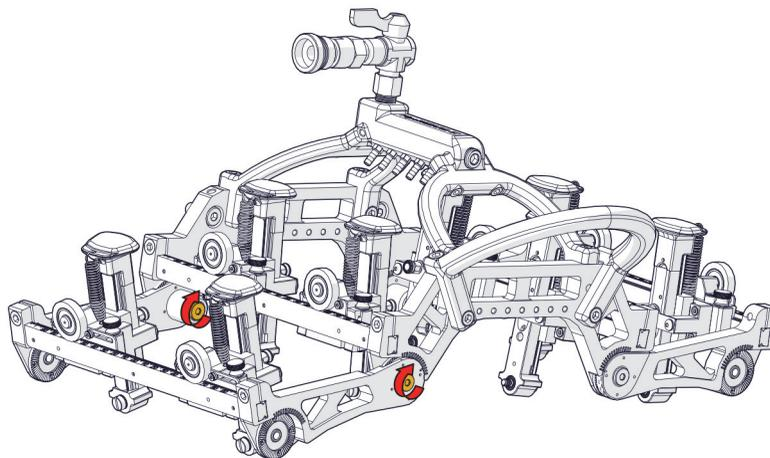

Figure 1-53 Serrage complet des vis
6. Serrez complètement les vis (Figure 1-53 à la page 66).